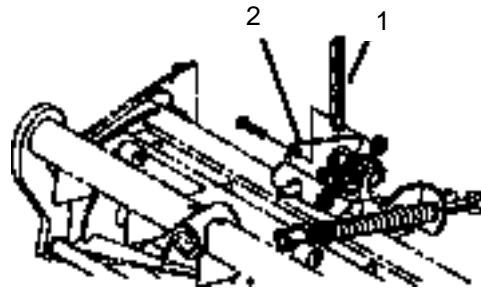

図 5
12. ターフ補正スプリングのブラケットをカuttingユニット・スタビライザの耳に止めているナットを外す(図5)。チェーンをキャップスクリュに通し、外したナットで固定する。